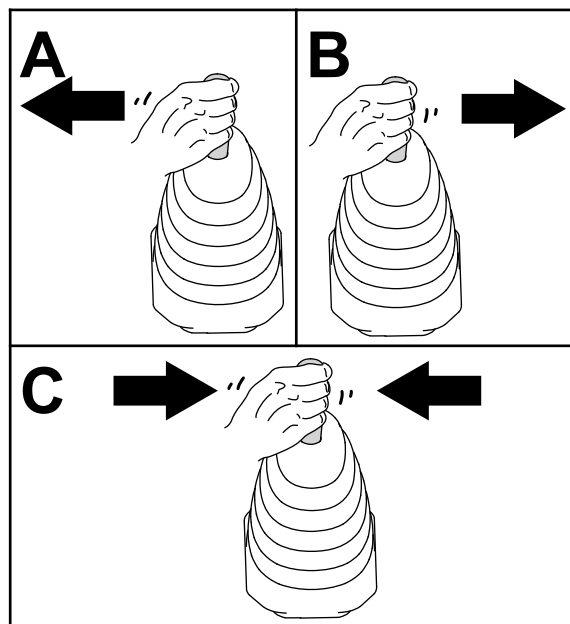

Figure 49
6. Poussez le levier multifonction de la chargeuse à gauche, à droite, puis ramenez-le à la position POINT MORT pour évacuer la pression au niveau des coupleurs hydrauliques (Figure 49).